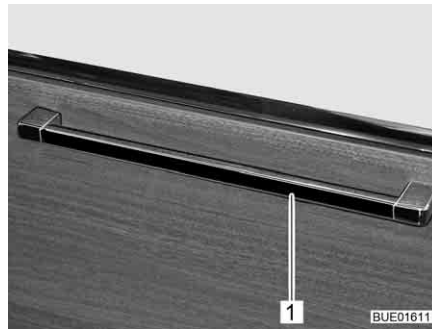

Fig. 43 Abattant de placard avec poignée de déverrouillage
- Suivant son emplacement, appuyer sur la poignée de déverrouillage (Fig. 43,1) vers le haut, le côté ou le bas et la maintenir appuyée.